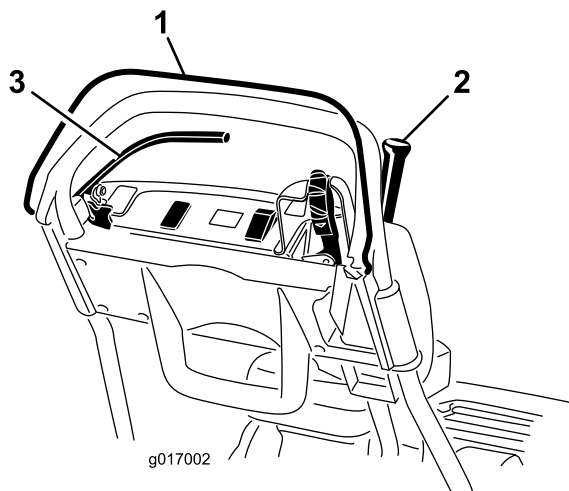

图26
3. 放开操作员到位控制装置后，尝试接合牵引杆（图26）。牵引杆应该不能接合。如果牵引杆能够接
4. 压下操作员到位控制装置并接合牵引杆，然后松开操作员到位控制装置（图26）。牵引杆应脱离。如果牵引杆不能分离，则需要对联锁系统进行维修。请在操作之前解决该问题。请参阅“维修联锁开关”。
5. 压下操作员到位控制装置并将换挡控制杆移至左侧，接合牵引和滚刀驱动装置，然后松开操作员到位控制装置（图26）。牵引杆应脱离。如果牵引杆不能分离，则需要对联锁系统进行维修。请在操作之前解决该问题。请参阅“维修联锁开关”。
6. 压下操作员到位控制装置并将换挡控制杆移至左侧，接合牵引和滚刀驱动装置，将换挡控制杆移至右侧，分离滚刀驱动装置（图26）。滚刀驱动装置应分离。如果牵引杆不能分离，则需要对联锁系统进行维修。请在操作之前解决该问题。请参阅“维修联锁开关”。
2. 压下操作员到位控制装置，接合牵引杆并使发动机控制装置处于启动位置（图26）。尝试启动发动机。发动机不应启动。如果发动机启动了，则需要对联锁开关进行维修。请在操作之前解决该问题。请参阅“维修联锁开关”。
2. 分离牵引杆，接合刹车并使发动机控制装置处于启动位置（图26）。尝试启动发动机。发动机应该能够启动。如果发动机没有启动，则需要对联锁开关进行维修。请在操作之前解决该问题。请参阅“维修联锁开关”。
3. 发动机运行时，接合刹车（而非驻车刹车），压下操作员到位控制装置并接合牵引杆（图26）。发动机应慢慢减速，但不应熄火。如果发动机熄火了，则需要对联锁开关进行维修。请在操作之前解决这个问题。请参阅“维修联锁开关”。
4. 发动机运行时，接合驻车刹车锁定装置，压下操作员到位控制并接合牵引杆（图26）。发动机应该熄火。如果发动机没有熄火，则需要对联锁开关进行维修。请在操作之前解决这个问题。请参阅“维修联锁开关”。